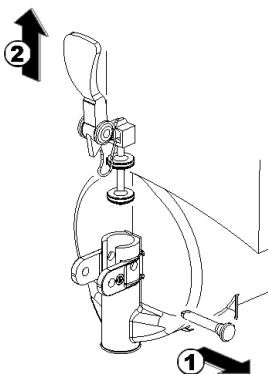

figura 12
5 Disassemblare il rubinetto con la sequenza indicata (vedere figura 12).
- 3 Riasssemblare il rubinetto sul contenitore con sequenza inversa rispetto a quanto fatto per lo smontaggio (vedere figura 12).